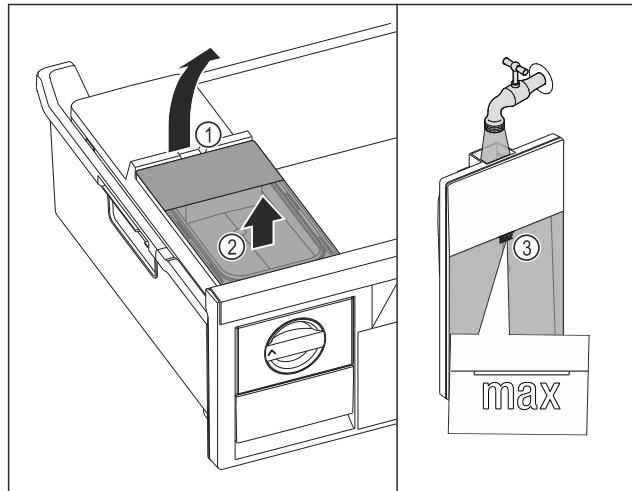

Fig. 75
- Nádržku na vodu nadvihnite za vybranie Fig. 75 (1).
- Nádržku na vodu odoberte nahor. Fig. 75 (2)
- Nádržku na vodu naplňte pitnou vodou po značke Fig. 75 (3).